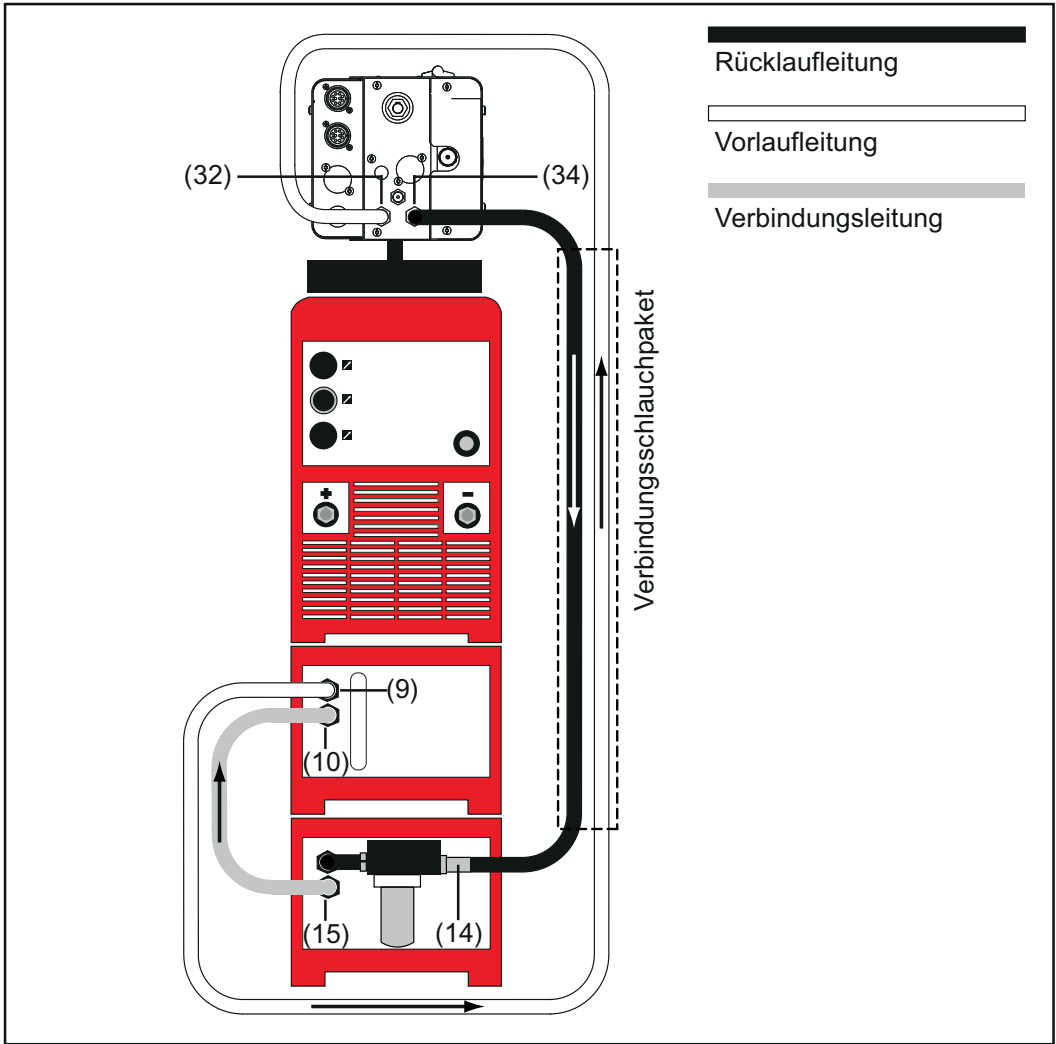

Abb.1 Kühlmittel-Anschlüsse bei TS / TPS 4000 / 5000 (Rückansicht)
Am Anschluss Wasservorlauf Teil 1 (9) - blau - (Abb.1) herrscht ein Druck von bis zu 6 bar (87 psi.). Sämtliche angeschlossenen Komponenten müssen für diesen Druck ausgelegt sein.
Bei Stromquelle TransSynergic / TransPuls Synergic 4000 / 5000 gemäß Abb.1: